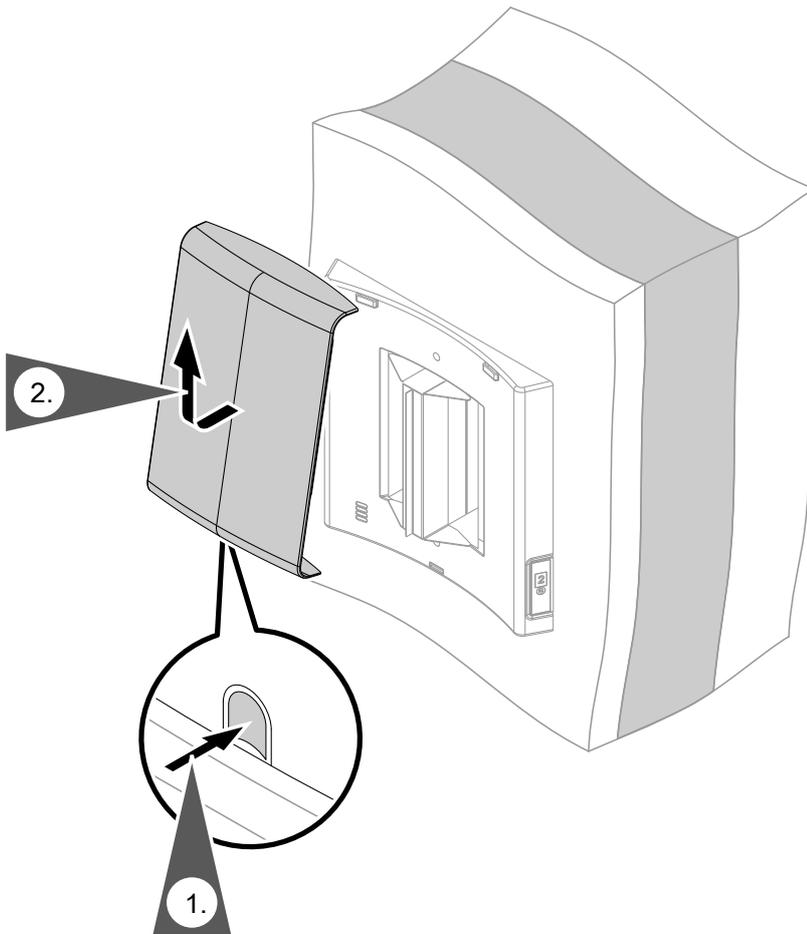
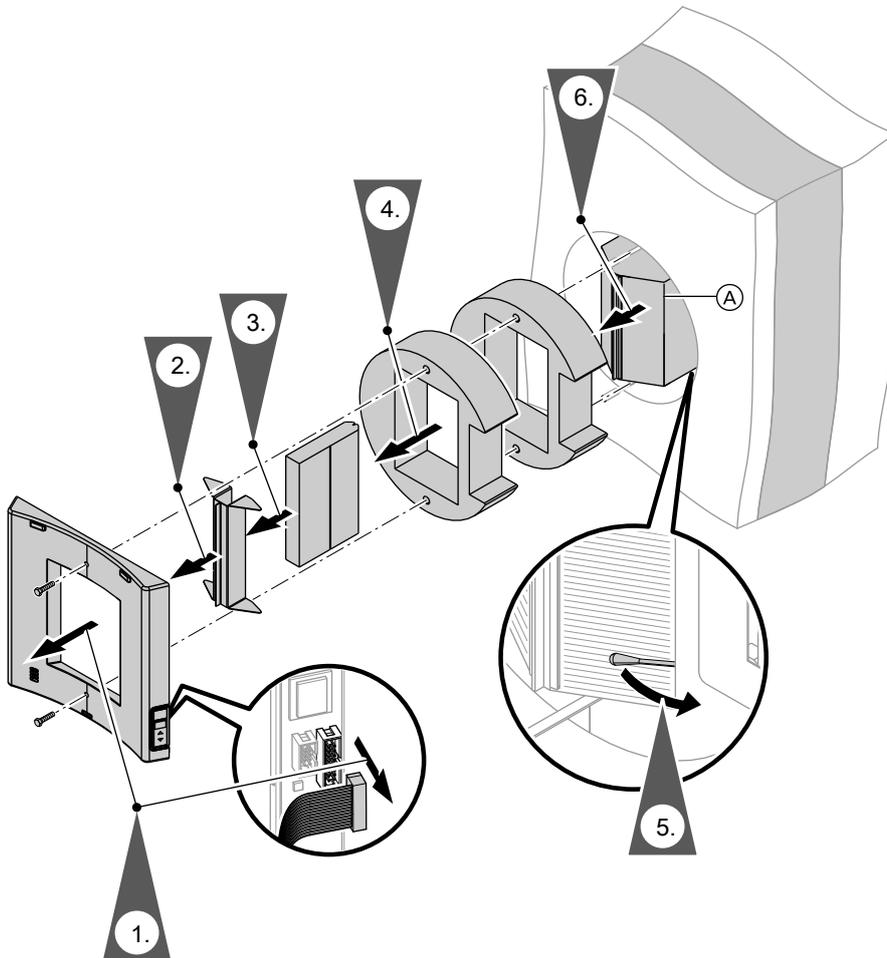

Abb. 2
Abb. 4
1. Gegenstrom-Wärmetauscher ausbauen: Siehe Abb. 2 und Abb. 4.